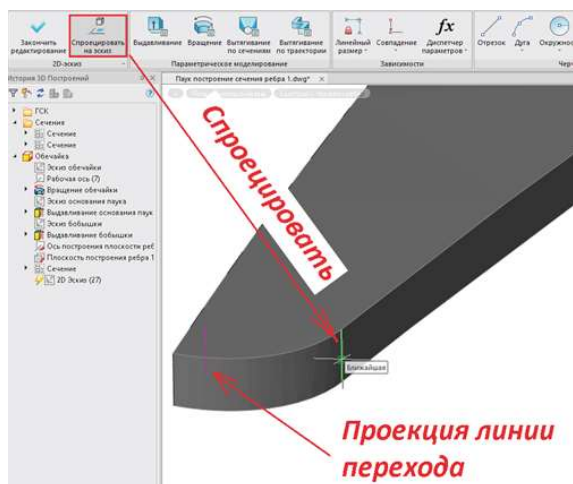

Рис. 62. Проекция линии перехода на луче
- проецируем линию перехода на луче, как показано на рис. 62;